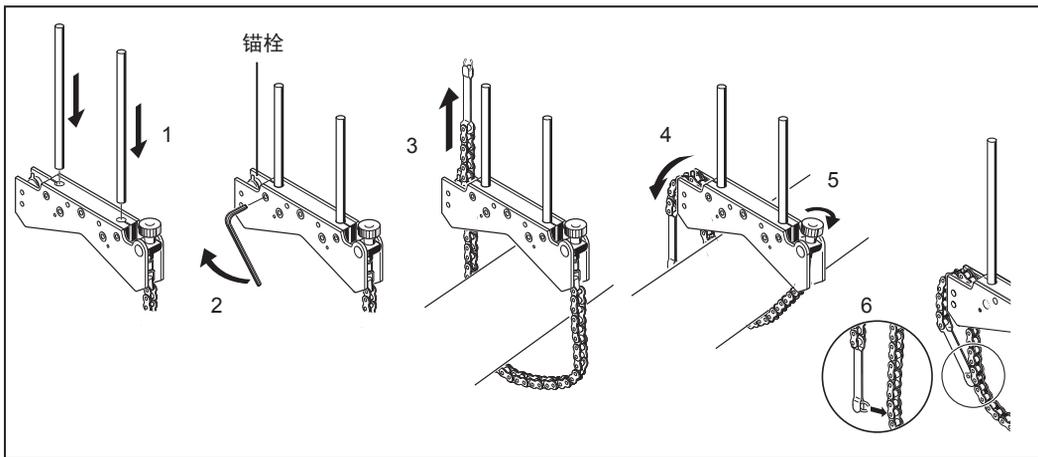

图 7-1. 支架安装步骤
3. 将支架置于轴或联轴器上。包裹轴周围的链条，从支架的另一边传入：如果轴小于支架框宽度，则从图 7-1 所示支架端插入链条，如果轴大于支架宽度，则从外部插入链条。